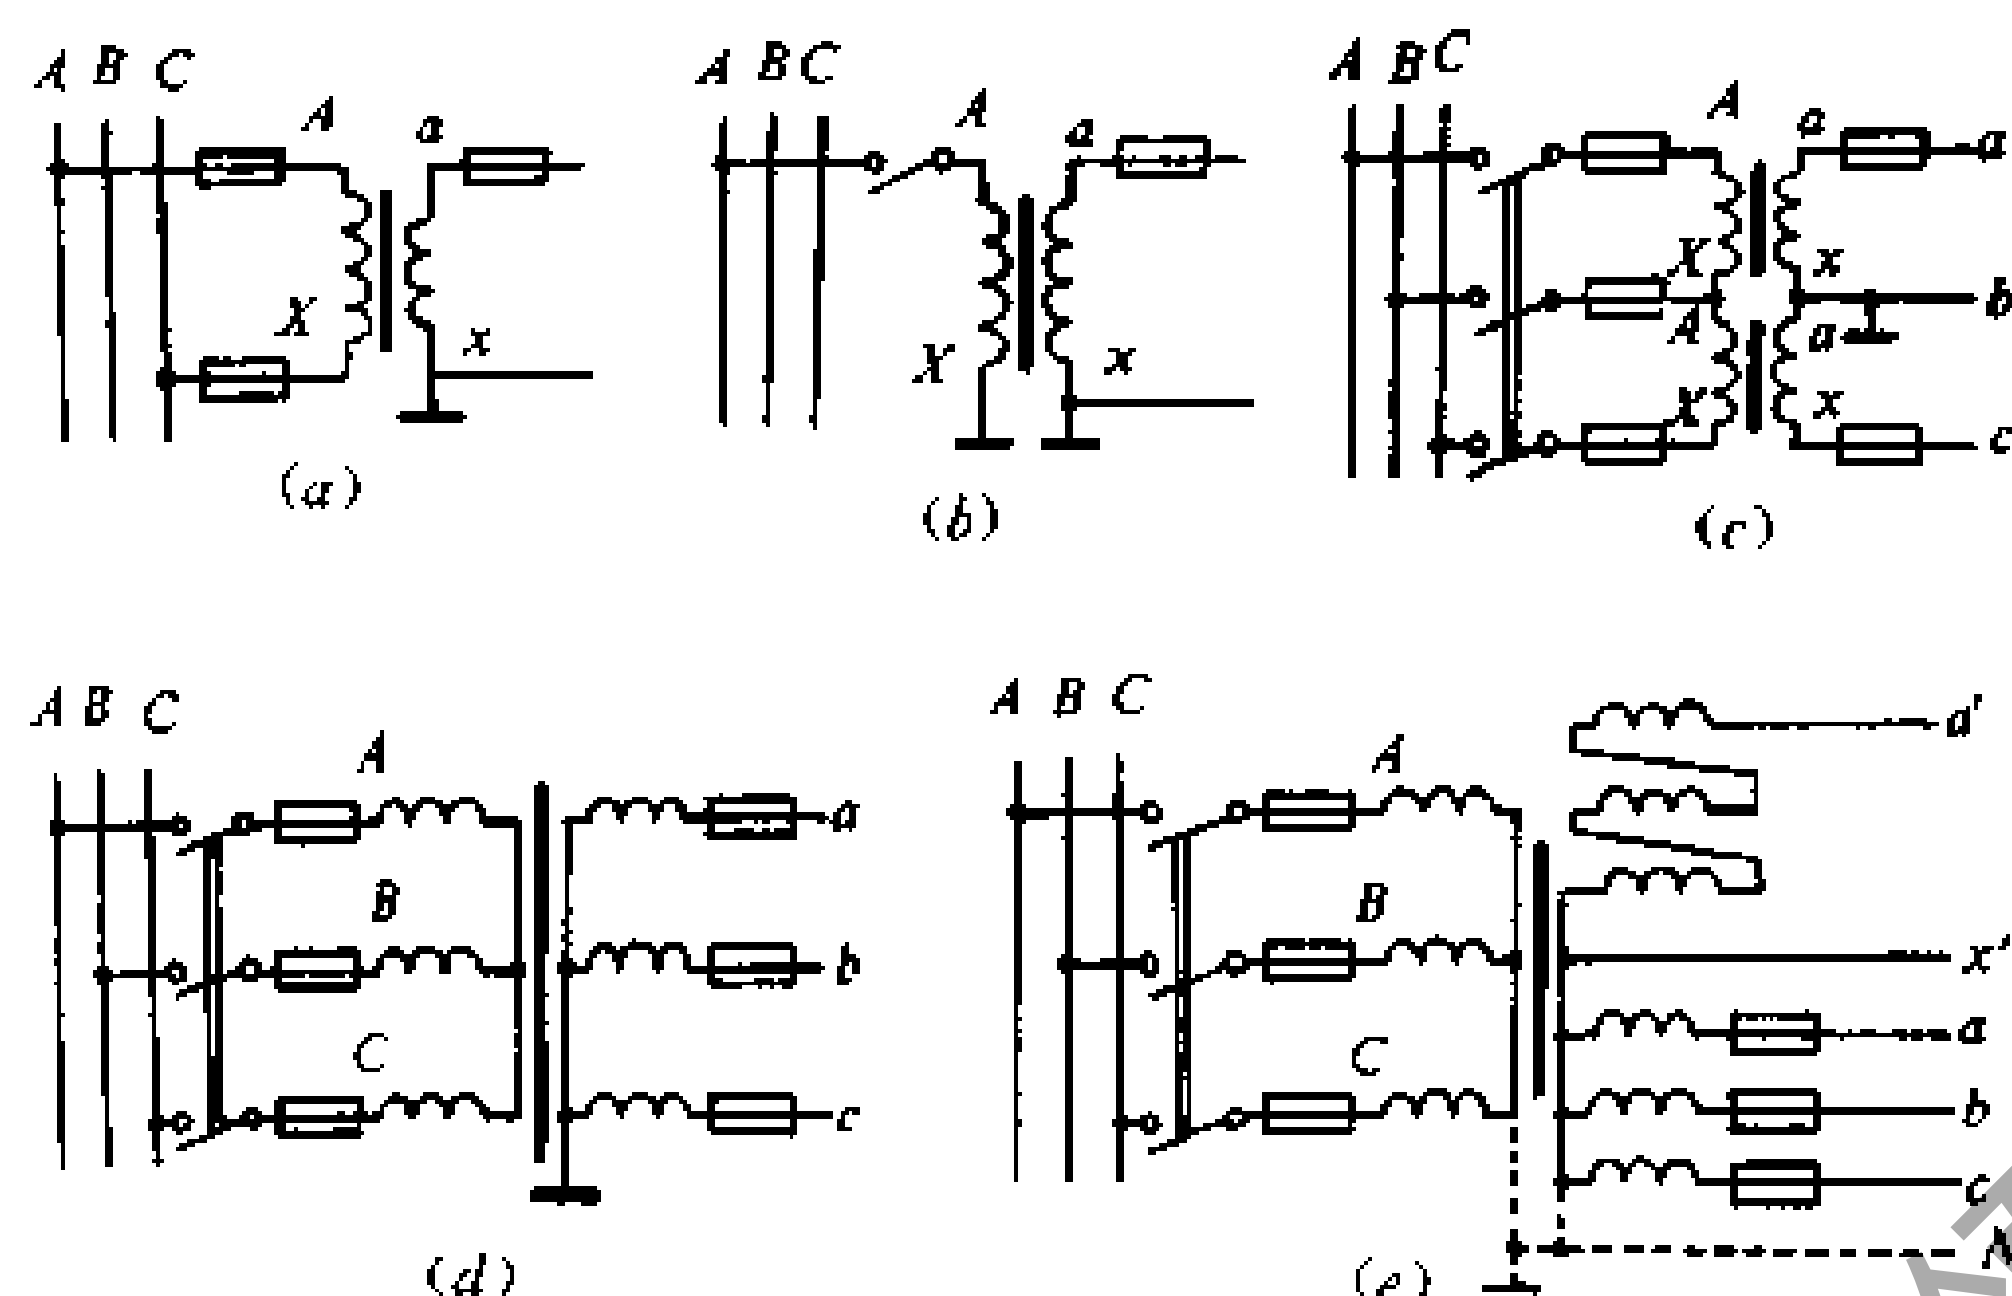

图 2-42 电压互感器的常见接线方式
(2) 电压互感器的特点：
- ①电压互感器的容量很小，一般仅几十至几百伏安。
- ②电压互感器二次额定电压一般均规定 100V。因此，二次回路的仪表等设备制造可以标准化、小型化。
③电压互感器二次侧负荷主要是仪表等电压件，其阻抗很大，正常运行时，近于空载的状态，所以电压互感器二次侧短路会使二次侧线圈烧坏。为避免绝缘损坏造成一次侧高电压侵入二次侧，发生人身、设备危险，要将电压互感器二次侧一点接地。
④电压互感器的极性和电流互感器一样，目前生产的电压互感器一般均为“减极性”，使用时注意不要搞错极性，否则会影响电能计量和使继电保护误动作。
(3) 电压互感器的接线方式：
- ①单相电压互感器测量线电压接线，如图 2-42 (a) 所示。
②单相电压互感器测量相电压的接线，如图 2-42 (b) 所示。
③两台单相互感器接成 V—V 形接线，如图 2-42 (c) 所示，可测量线电压，但不能测相电压。
④一台三相三柱式电压互感器接成 Y—Y0 形接线，如图 2-42 (d) 所示，仅能测量线电压。
⑤一台三相五柱式电压互感器接成 Y0—Y0—D 形接线，如图 2-42 (e) 所示。这是一种三绕组电压互感器（一次绕组二次基本绕组、二次辅助绕组），一次及二次基本绕组接成星形，中性点接地，二次的三个辅助绕组接成开口三角形，供绝缘监察用。既可以测量线电压，也可以测量相电压。